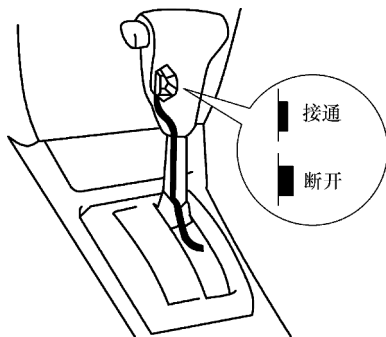

图 6-6 O/D 开关结构
(1) O/D 开关的功用 O/D 开关（超速档开关）一般安装在变速杆上，如图 6-6 所示。它由驾驶人操作控制，可以使自动变速器有或没有超速档。